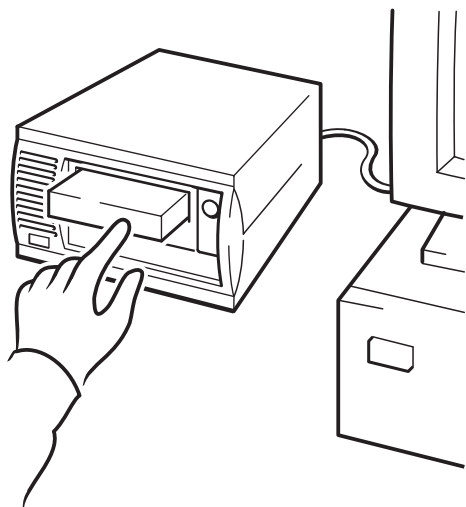

Figura 10a: uso de HP OBDR, paso 1
- 1 Inserte el cartucho de arranque más reciente en la unidad de cinta (véase la Figura 10a). El cartucho deberá ser escrito por una aplicación de copia de respaldo que escriba datos en cinta en formato de CD-ROM.